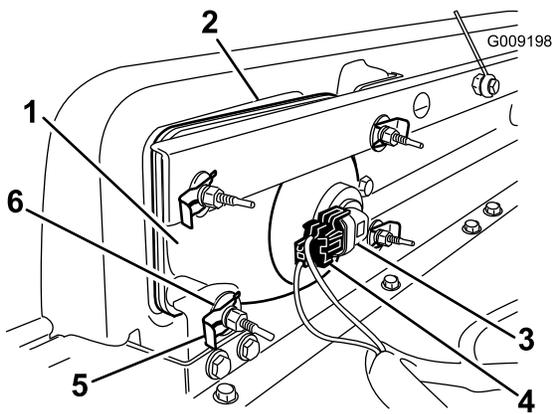

図 27
2. ヘッドライト・アセンブリ全体を前に押し出して、前バンパーから外す(図 27)。
3. 取り付け穴に新しいヘッドライトを取り付ける (図 27)。柱状の合いマーク突起がバンパー側の取り付けブラケットの穴にそろそろように取り付けること。